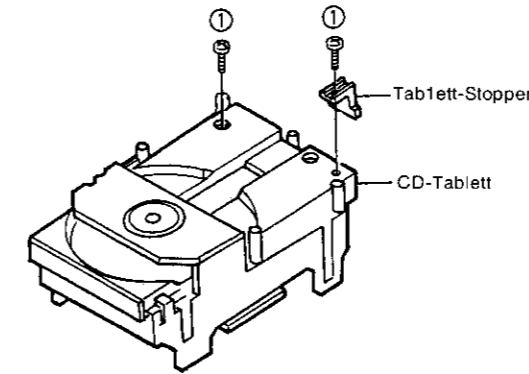

Abb. 1
**1. Austausch von Teilen im Lademechanismus (Abb. 1, 2 und 3)**
- ① Entfernen Sie die beiden Schrauben vom CD-Tablett und den Tablett-Stopper.